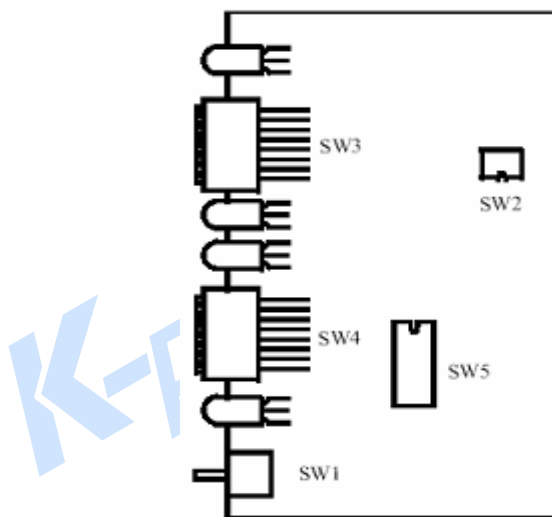

图 11
①TD634ES的LED在正常情况下，只有线圈的电感发生变化时，DETECT灯才会闪亮，如果线圈本身或连接有问题，FAULT灯和DETECT灯会同时保持亮。图11中的SW5开关的第8位为节能开关，当电源保护模式被选择后，瞬时操作一下复位按钮，前面板的指示灯会点亮2分钟，随后便熄灭以节约电量。